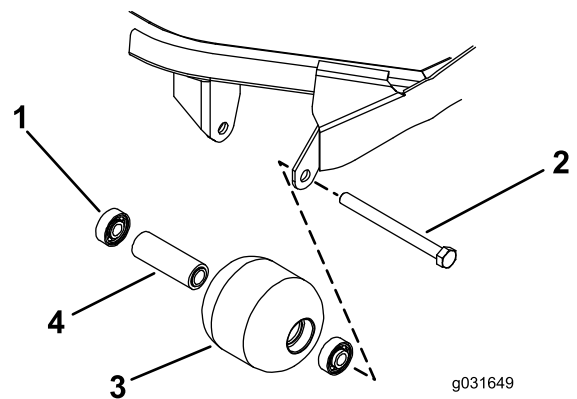

图 72
1. 卸下滚筒安装螺栓图 72。
4. 检查滚筒壳体、轴承以及轴承隔块是否受损(图 72)。
1. 仅按住外圈或同时按住内、外圈将第一个轴承按入滚筒壳体图 72。
2. 插入隔片图 72。
3. 仅按住外圈或同时按住内、外圈将第二个轴承按入滚筒壳体直至其触及隔块图 72。